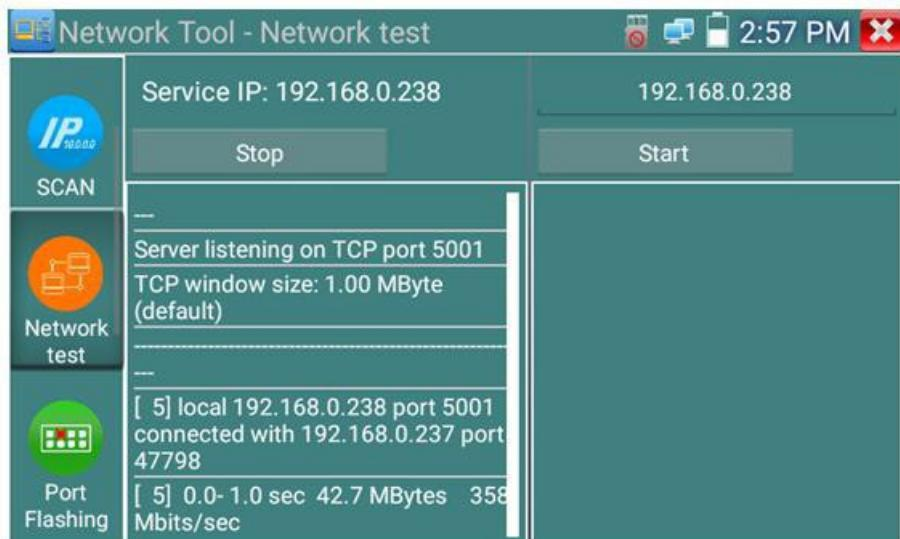

Рис. 90 Работа 1го тестера в режиме «сервер» при проверке пропускной способности сети
4. Один из тестеров запустите в качестве сервера, для этого нажмите кнопку «Запустить сервер» (Start Server). В верхнем поле слева отобразится IP адрес тестера, рис. 90;